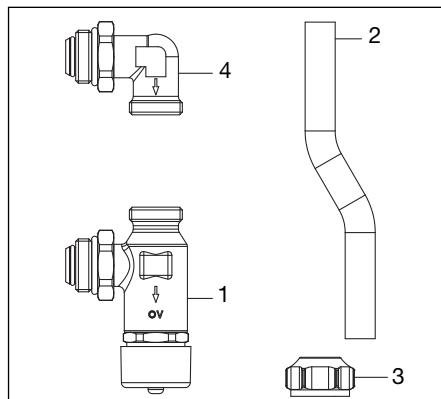

Рис. 5.1 Комплект поставки
- Угольник (часть 4, рис. 5.1) вкрутить в подающую балку.
- Корпус (часть 1, рис. 5.1) вкрутить в обратную балку.
- Присоединительный набор (резьбовые соединения) (часть 3, рис. 5.1) надеть на концы трубы (часть 2, рис. 5.1).